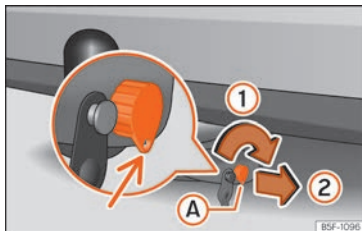
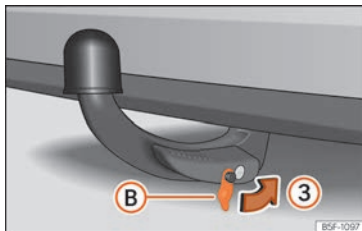

Abb. 296 Schloss sperren
Abb. 297 Abdeckkappe auf das Schloss setzen
- Drehen Sie den Schlüssel (A) in Pfeilrichtung (1), bis sich der gelochte Teil des Schlüssels unten befindet »» Abb. 296.
- Ziehen Sie den Schlüssel in Pfeilrichtung (2) ab.
- Setzen Sie die Abdeckung (B) in Pfeilrichtung (3) auf das Schloss »» Abb. 297 »» ❶.
❶ VORSICHT